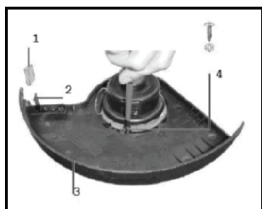

Рис.2
2. Закрепите защитный кожух на нижней части триммера и прикрутите его прилагаемыми винтами (4) (рис.2).